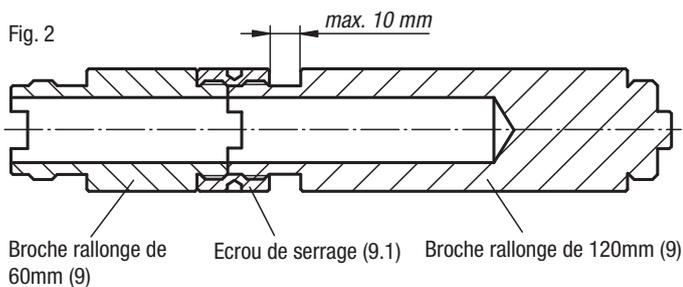

Fig. 2
- Lors de l'assemblage de la broche ou de la rallonge, l'écrou de serrage ne doit pas dépasser de plus de 10mm de l'épaulement de la broche. Il faut de plus serrer modérément l'écrou sur la broche (voir Figure 2).